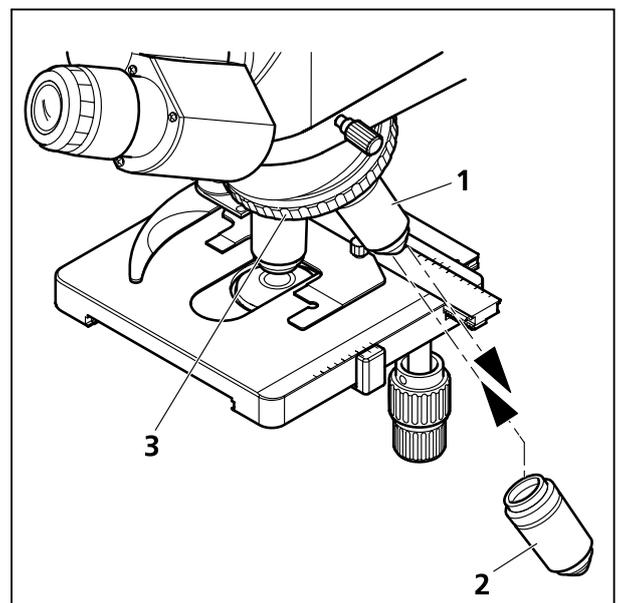

Bild 14 Objektiv wechseln
- Das zu wechselnde Objektiv (Bild 14/1) durch Drehen am Objektivrevolver (Bild 14/3) in die seitliche Position bringen.
- Gewünschtes Objektiv (Bild 14/2) in den Objektivrevolver bis zum Anschlag eindrehen.